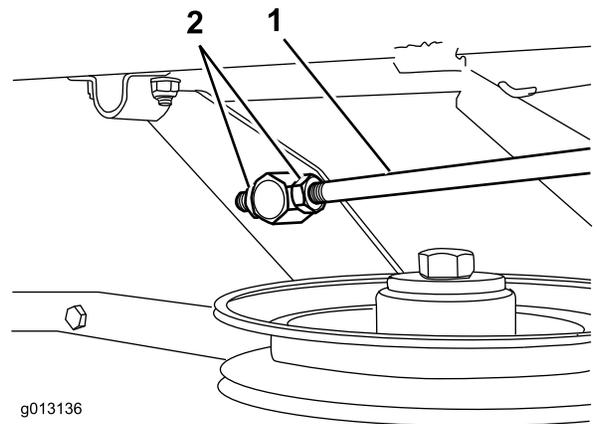

Figure 42
2. Pour obtenir la hauteur correcte entre les pointes avant et arrière de la lame gauche, ajustez la longueur de la biellette (située sur le côté gauche de la machine) (Figure 42).